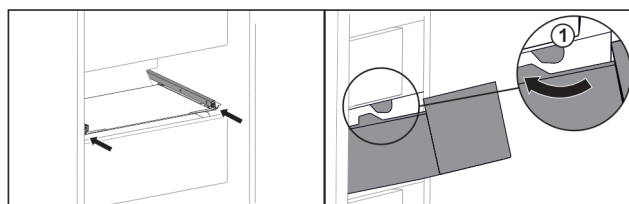

Fig. 42
- ▶ Обведите выдвижной ящик вокруг стопора Fig. 42 (1).